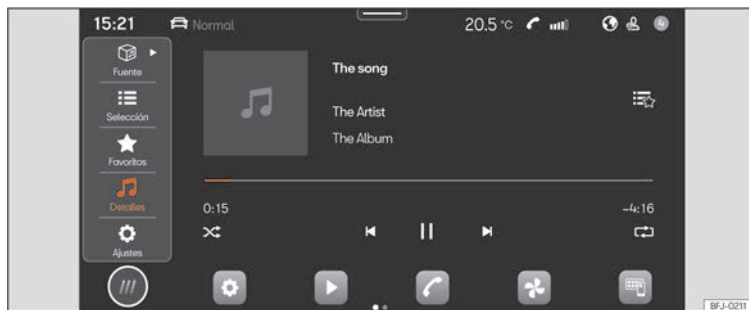

Fig. 124 Representación esquemática: Vista Multimedia
- Pulse **HOME** > ► >>> **fig. 124**.
- Pulse **HOME** > ► > **fig. 124**.